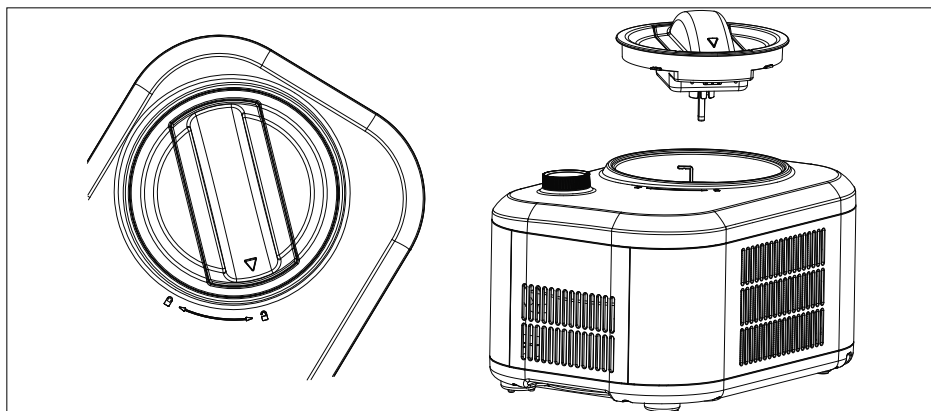

Fig. 9
- ▶ Quando il gelato è pronto, ruotare la manopola in direzione ① per spegnere l'apparecchio. Staccare la spina di alimentazione dalla presa elettrica.
- ▶ Aprire il coperchio ruotandolo in direzione . (vedere la fig. 9).